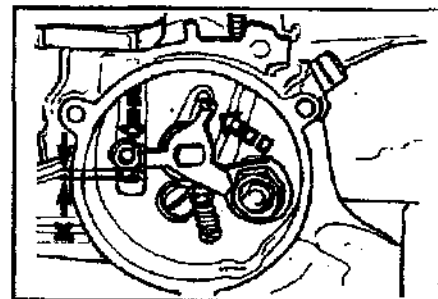

Рис.6 Замер зазора стержня.
- а) Замерить зазор при закрытой воздушной заслонке между стержнем диафрагмы и кончиком рычага воздушной заслонки. Зазор "Х" должен быть равен 0.1 - 0.2 мм (Рис.6).